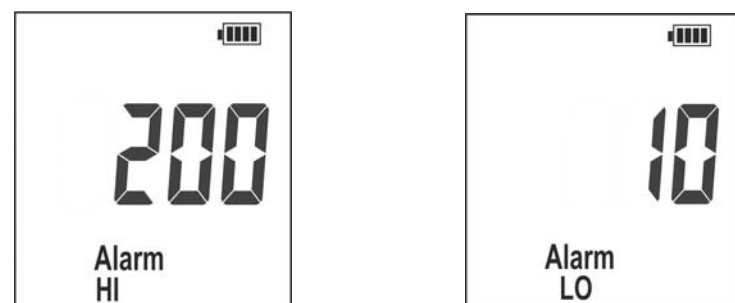

Abb. 11: Aktivierung der HIGH und LOW Alarmfunktion
17. Drücken Sie die **J** Taste zur Bestätigung der Einstellung der HIGH Alarmgrenze und zum Wandern zur LOW Grenze (siehe Abb. 11 – rechte Seite)